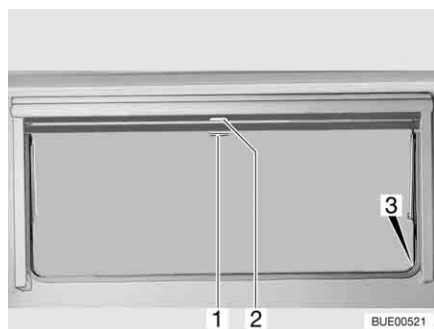

Fig. 28 Finestra apribile
- Tirare verso il basso l'oscurante a rullo accompagnandolo con la maniglia (Fig. 28,2). Quando si chiude completamente l'oscurante a rullo esso va agganciato da entrambi i lati al telaio della finestra nell'apposito elemento di fissaggio (Fig. 28,3).
- Quando l'oscurante a rullo è completamente chiuso: Spingere la maniglia (Fig. 28,2) verso il basso tirandola leggermente verso l'interno. Sganciare l'oscurante a rullo dagli elementi di fissaggio a destra e a sinistra del telaio della finestra.
- Quando l'oscurante a rullo si trova in posizione intermedia: Tirare la maniglia (Fig. 28,2) leggermente verso il basso finché l'elemento di fissaggio non si è sganciato.
- Tirare la maniglia (Fig. 28,1) della zanzariera a rullo verso il basso e agganciarla all'elemento di fissaggio (Fig. 28,3) su entrambi i lati del telaio della finestra.
- Spingere la maniglia (Fig. 28,1) verso il basso tirandola leggermente verso l'interno. Sganciare la zanzariera a rullo dagli elementi di fissaggio a destra e a sinistra del telaio della finestra.